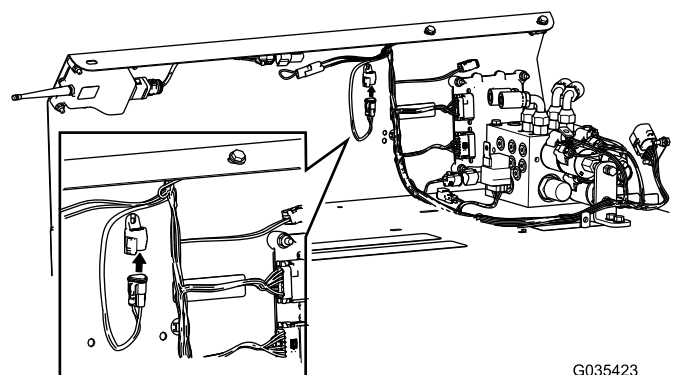

Figure 14
5. Branchez le connecteur de diagnostic CAN dans le capuchon du faisceau monté précédemment (Figure 14).